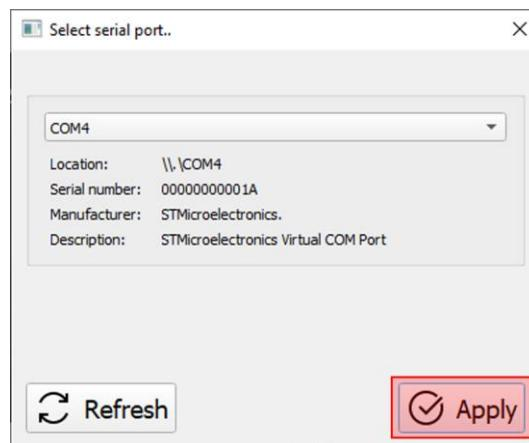

Рисунок 8.4 – Подключение прибора к ПК
8.7. Выбрав порт, подключите прибор к ПК, нажав кнопку **Apply (Подключиться)** (Рисунок 8.4).